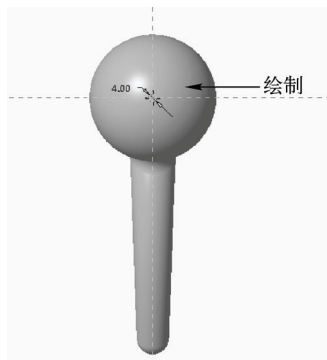

图 17-16 绘制草绘截面一
STEP 02 单击“模型”选项卡“形状”面板中的“拉伸”按钮, 进入草绘环境, 单击“草绘”选项卡中的相应按钮, 绘制草绘截面, 如图 17-16 所示。